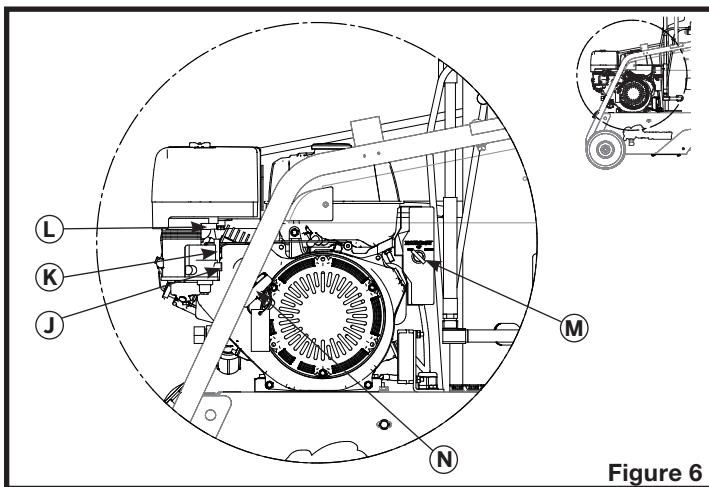

Figure 6
1. Ouvrir la valve d'essence (J sur la figure 6), en déplaçant le levier vers la droite.
2. Fermer l'étrangleur en déplaçant le levier (K sur la figure 6) complètement à la gauche.
3. Déplacer le levier des gaz (L sur la figure 6) de la droite à 1/3 de sa course vers la gauche.
4. Tourner l'interrupteur du moteur (M sur la figure 6) à la position « ON ».
5. Tourner l'interrupteur du moteur (M sur la figure 6) à la position « START » jusqu'à ce que le moteur démarre.
7. Pendant que le moteur se réchauffe, ouvrir graduellement l'étrangleur en déplaçant le levier (K sur la figure 6) vers la droite.
9. Pousser le levier des gaz (L sur la figure 6) complètement vers la gauche, à la vitesse maximum.
5. Tirer doucement la poignée de lancement (N sur la figure 6) jusqu'à sentir une résistance, puis tirer brusquement. Ne pas laisser la poignée de lancement revenir brutalement contre le moteur. La ramener lentement pour éviter tout dommage au moteur.
6. Pendant que le moteur se réchauffe, ouvrir graduellement l'étrangleur en déplaçant le levier (K sur la figure 6) vers la droite.
8. Pousser le levier des gaz (L sur la figure 6) complètement vers la gauche, à la vitesse maximum.